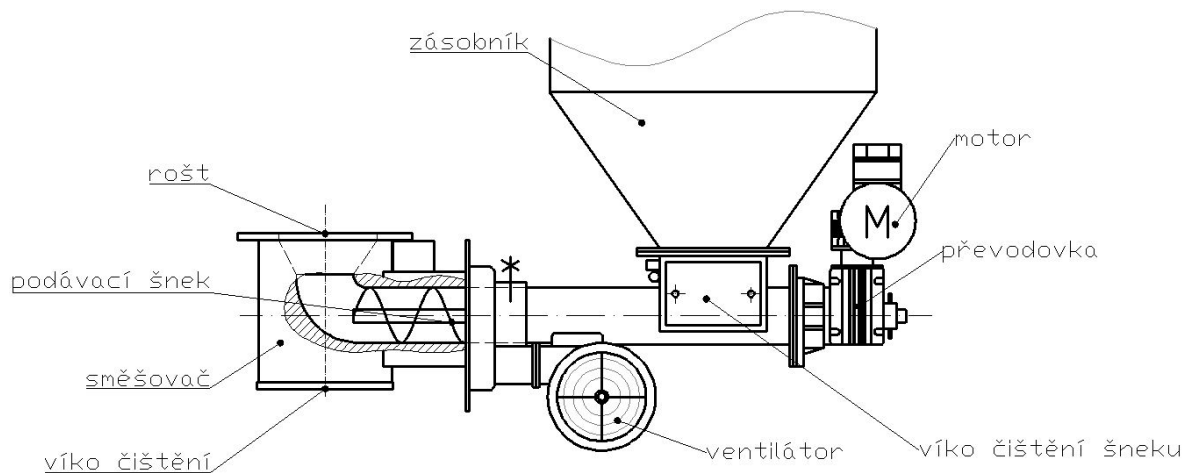

Abb. Nr. 3 - Retortenbrenner
### Retortenbrenner (Abb. Nr. 3)
- die Konstruktion der Retortenbrennern (Abb. Nr. 3) ist nur für die Verbrennung von Kohle und qualitativen Holzpellets konzipiert. Das Prinzip der Retortenbrenner ist so konzipiert, dass die Förderschnecke das Material vor sich in das Knie schiebt, und dann wird es nach oben in die Brennkammer geschoben. Die Asche fällt dann über den Kragen der Retorte in den Aschebehälter unter dem Brenner.